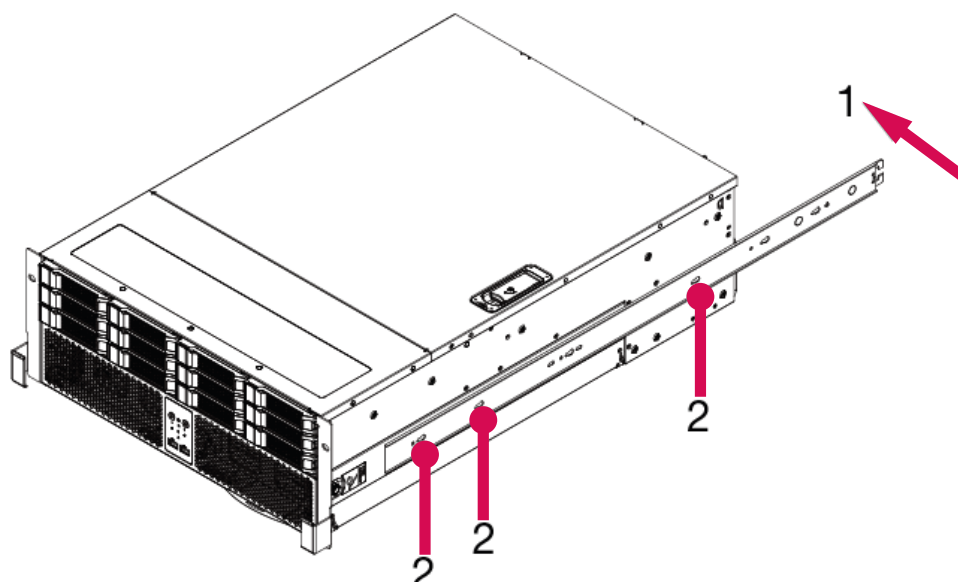

Рисунок 9 – Установка направляющих рельс
2.3.1 Выполните установку направляющих рельс, используя рисунок 9, в следующей последовательности: